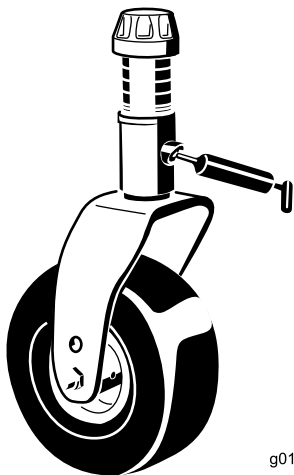

Figura 44
- 1 boccia dell'albero della forcella della ruota orientabile (Figura 44)